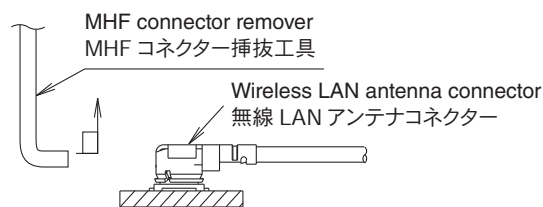

Fig. 1
- To remove the wireless LAN antenna connector, use the special MHF connector remover. Hook the tip of this tool on the cover of the wireless LAN antenna connector and pull it straight in the direction of the engaging axis of the wireless LAN antenna connector. (Fig. 1)
- 無線 LAN アンテナコネクタを引き抜く場合は、専用の MHF コネクタ挿抜工具の先端部を無線 LAN アンテナコネクタふた部に引っ掛け、無線 LAN アンテナコネクタの嵌合軸に合わせ垂直に引き抜いてください。(Fig. 1)